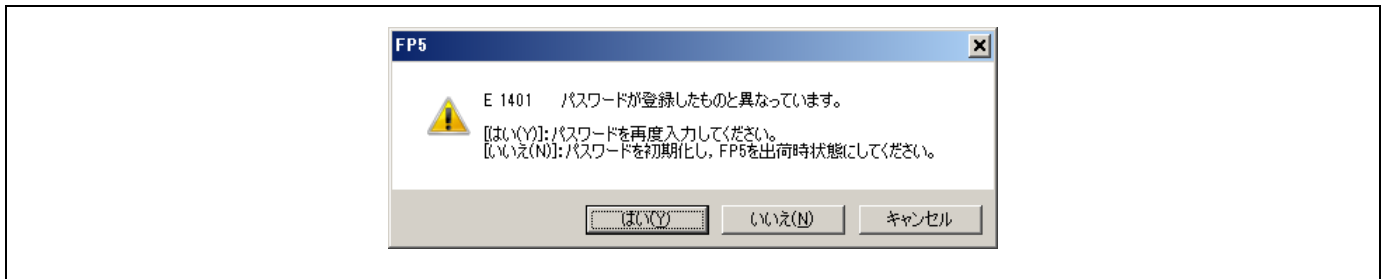
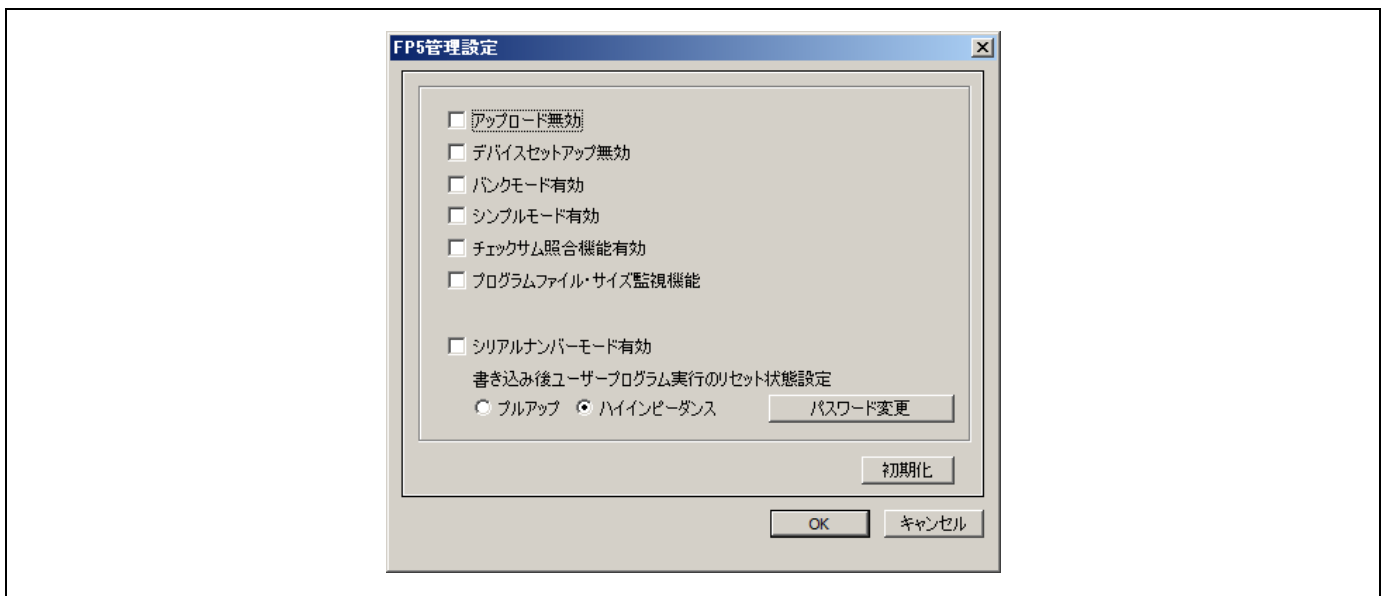

図 1.33 FP5 ダイアログ
図 1.34 FP5 管理設定ダイアログ
パスワードを[パスワード]ボックスに入力して **OK** を押ししてください。パスワードが一致すると図 1.34 のダイアログが開きます。パスワードが異なると、図 1.33 のダイアログが開きます。
- FP5 管理設定ダイアログの設定（図 1.34 参照）